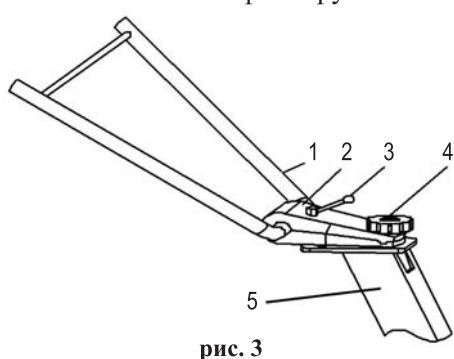

рис. 3
5.3 (рис. 3) Установите верхнюю часть рулевого управления 1 с кронштейном 2 на нижнюю часть рулевого управления 5 и зафиксируйте винтом 4. Отрегулируйте угол наклона верхней части рулевого управления и зафиксируйте положение винтом 3.